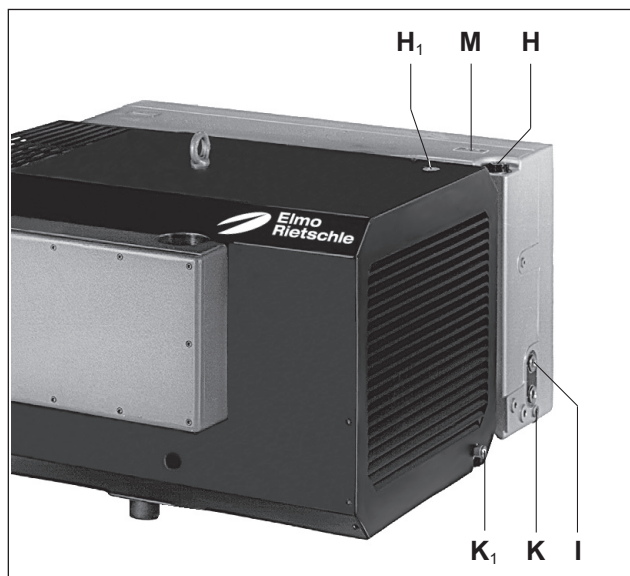

Рис. 9 Смазка
Уровень масла необходимо проверять не реже одного раза в день, при необходимости следует доливать масло до верхней кромки маслоуказателя (рис. 9/I). Первая замена масла производится через 500 часов работы. Последующие замены масла — соответственно через 500—2000 часов работы. В зависимости от степени загрязнения всасываемой среды интервалы замены могут быть сокращены.
При замене масла необходимо также слить масло из маслоохладителя (см. резьбовую пробку маслосливного отверстия (рис. 9/K1)).
*Марки масла Elmo Rietschle:* MULTI-LUBE 100 (минеральное масло) и SUPER-LUBE 100 (синтетическое масло) (см. также табличку с рекомендацией по маслам (рис. 9/M)).